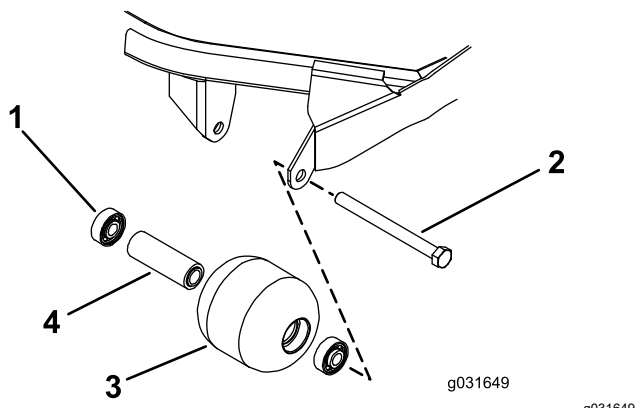

Figura 75
1. Retire el perno de montaje del rodillo (Figura 75).
- Inspeccione el alojamiento del rodillo, los cojinetes, y el espaciador del cojinete (Figura 75).
- Haciendo presión solamente sobre el anillo de rodadura exterior, o de forma igual sobre el anillo exterior y el interior, introduzca el primer cojinete en el alojamiento del rodillo (Figura 75).
- Introduzca el espaciador (Figura 75).
- Haciendo presión solamente sobre el anillo de rodadura exterior, o de forma igual sobre el anillo exterior y el interior, introduzca el segundo cojinete en el alojamiento del rodillo hasta que entre en contacto con el espaciador (Figura 75).